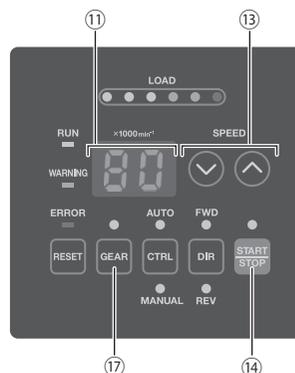

Fig. 28
(4) Avvio/Arresto del motore (avvio/arresto del motore tramite la pressione del tasto di avvio e arresto (START/STOP) ⑭ della Fig. 28).
(5) Impostazione della velocità del motore (con il tasto di regolazione della velocità del motore (SPEED ▲, ▼) ⑬ della Fig. 28.)
(3) Impostazione del rapporto di riduzione (con il tasto di selezione del rapporto di riduzione (GEAR) ⑰ della Fig. 28).
(5) Impostazione della velocità del motore
L'impostazione del parametro (P2) su ON consente la regolazione della velocità del motore nella modalità automatica usando il tasto di regolazione della velocità del motore (SPEED ▲, ▼) ⑬ della Fig. 28.